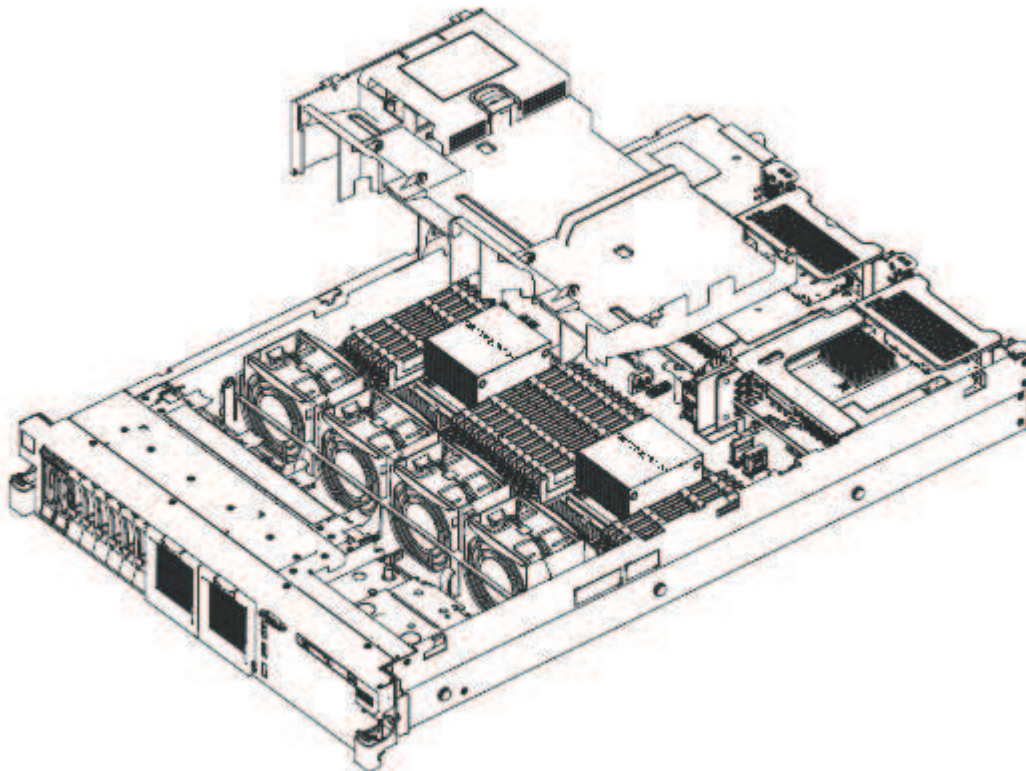

図 83. エア・バッフルの取り外し
2. 図 83 に示すように、エア・バッフル上部の前面および背面の下に指を入れ、エア・バッフルを持ち上げてサーバーから取り外します。